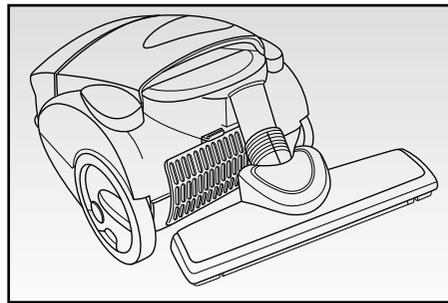

Fig. 6
- È possibile riporre l'apparecchio, utilizzando l'apposito gancio posteriore per la spazzola pavimenti (Fig. 6).